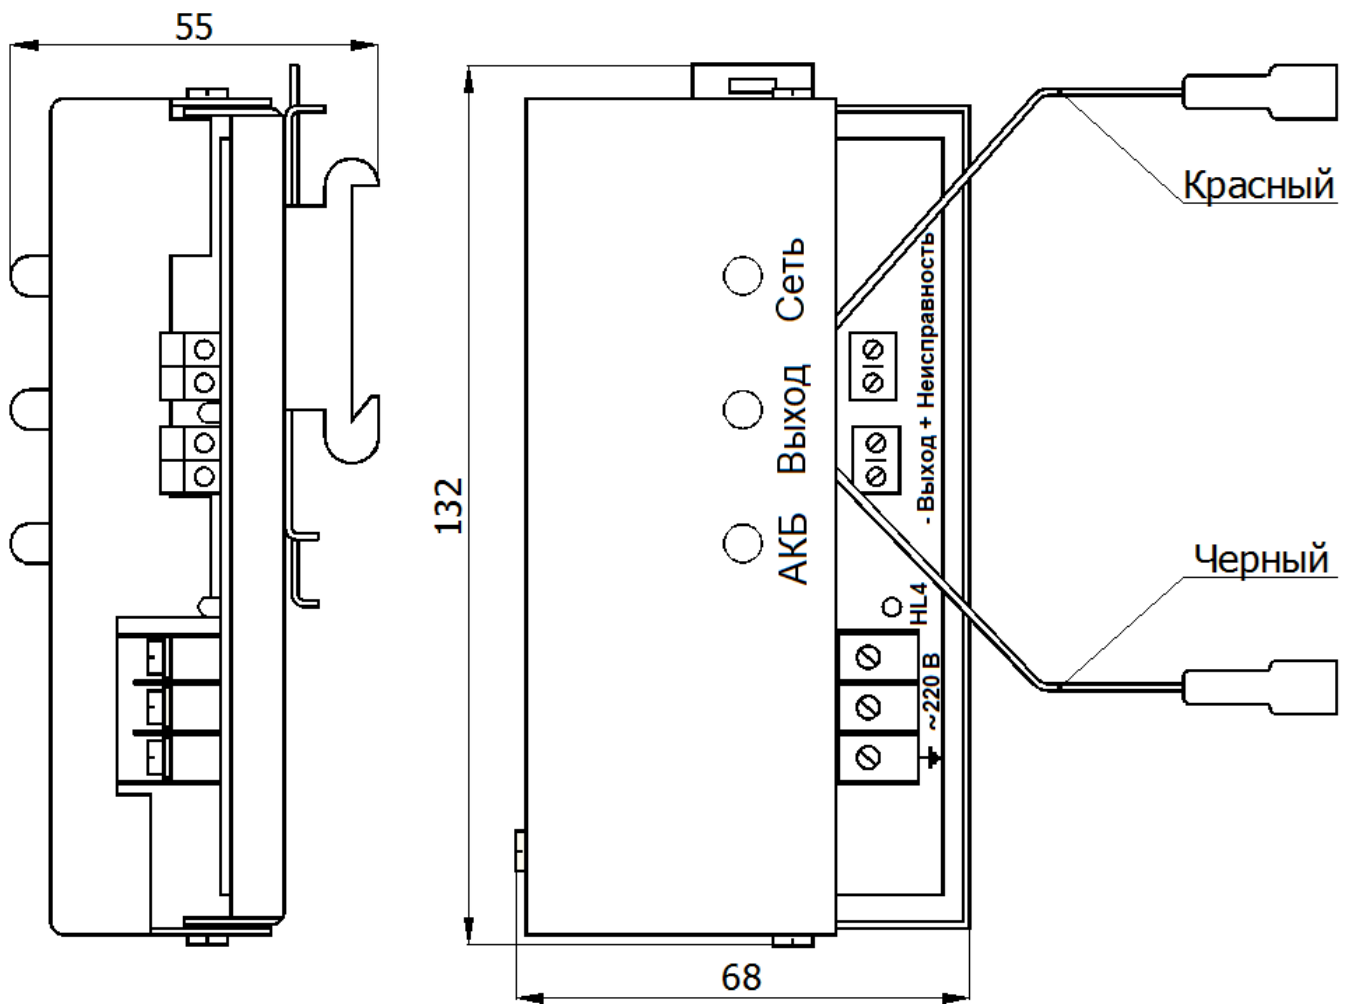

Рисунок 1 - Общий вид БРП
- в) подсоединить провода питания к контактам колодки зажимов  $\sim$  220 В в соответствии с маркировкой (см. рисунок 1);